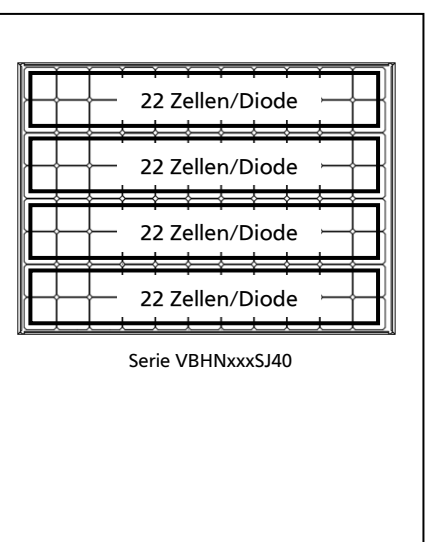

Abbildung 4: Anzahl der in Serie geschalteten Zellen pro Bypassdiode
- Es dürfen maximal siebzehn (17) Module der Serie VBHNxxxSJ25 in Serie geschaltet werden.
- Es dürfen maximal dreizehn (13) Module der Serie VBHNxxxSJ25 in Serie geschaltet werden.
- Es dürfen maximal zwölf (12) Module der Serie VBHNxxxSJ47 in Serie geschaltet werden.
- Die technischen Daten der Bypassdiode für die Serie VBHNxxxSJ25 lauten wie folgt; Anzahl der Bypassdioden: 3 Dioden, Anzahl der in Serie geschalteten Zellen pro Bypassdiode: 24 Zellen/Diode. Die technischen Daten der Bypassdiode für die Serie VBHNxxxSJ40 lauten wie folgt; Anzahl der Bypassdioden: 4 Dioden, Anzahl der in Serie geschalteten Zellen pro Bypassdiode: 22 Zellen/Diode. Die technischen Daten der Bypassdiode für die Serie VBHNxxxSJ47 lauten wie folgt; Anzahl der Bypassdioden: 4 Dioden, Anzahl der in Serie geschalteten Zellen pro Bypassdiode: 24 Zellen/Diode (siehe Abbildung 4).